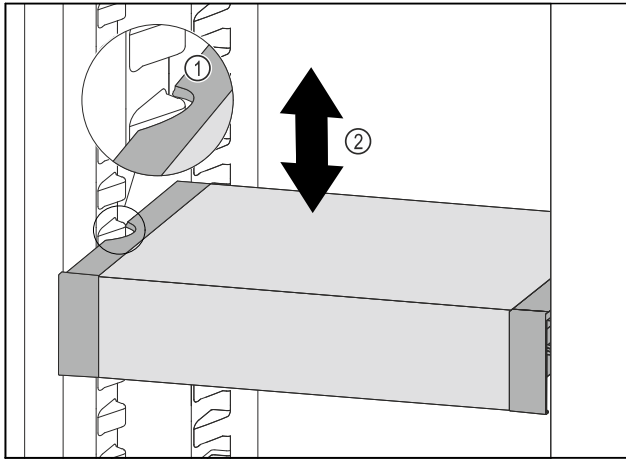

Fig. 155
- ▶ VarioSafe nach vorne ziehen, bis sich die seitlichen Aussparungen des VarioSafes auf Höhe der Behälterrippe im Kühlteil befinden. Fig. 155 (1)
- ▶ VarioSafe im Kühlteil nach oben oder unten bewegen, bis gewünschte Höhe erreicht ist. Fig. 155 (2)